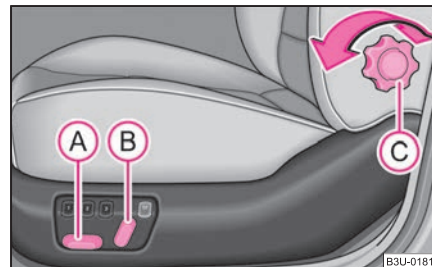

Fig. 54 Vista laterale: elementi di comando per la regolazione del sedile
- Premere l'interruttore A o B ⇒ fig. 54 nel senso in cui si desidera regolare il sedile.